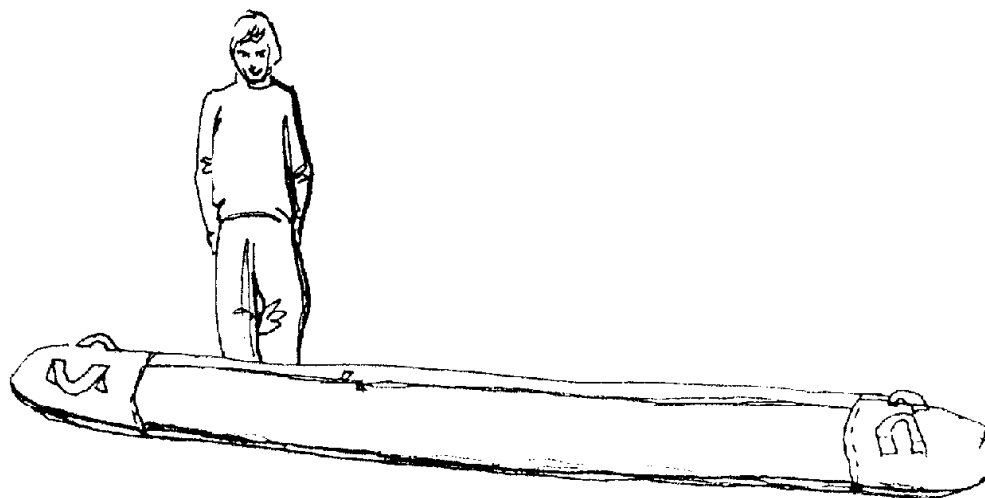

Рис.8
2.2.1. Положите 6-метровый пакет на ровную поверхность (Рис.8).